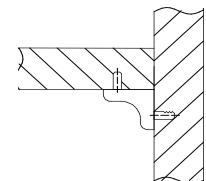

Рис.3
- Установить стенки горизонтальные поз.8 на фиксирующие полкодержатели поз.083 - рис.3.